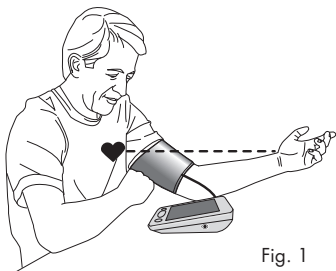

Fig. 1
3. Apoye el codo en una superficie plana con la palma de la mano hacia arriba. Eleve su brazo de manera que el brazalete quede a la misma altura de su corazón (Fig. 1). Relaje su mano izquierda.